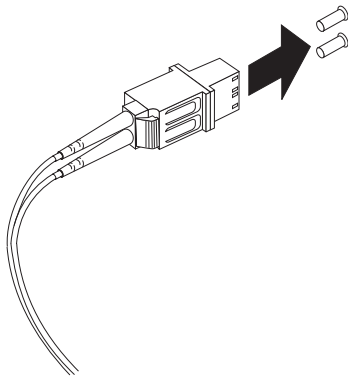

Abbildung 24. Schutzkappen des LC-SC-Kabels entfernen
3. Entfernen Sie die beiden Schutzkappen am Ende des LC-Steckers des LC-SC-Kabeladapters, wie in Abb. 24 dargestellt. Bewahren Sie die Schutzkappen zur späteren Verwendung sorgfältig auf.